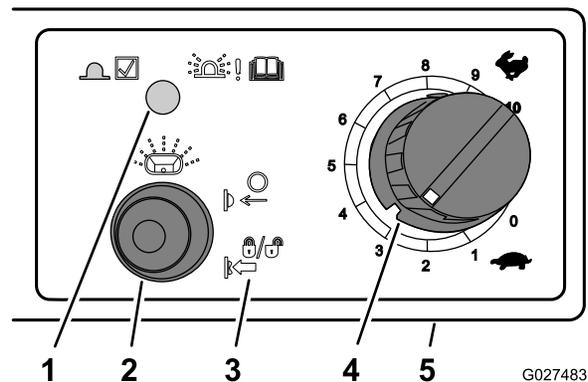

Figura 34
2. Ajuste el control de velocidad del impulsor para una tasa de esparcido apropiado, luego mueva el interruptor de encendido/apagado del impulsor a la posición de encendido (Figura 34).
- Para bloquear el control de velocidad del impulsor, pulse y mantenga pulsado el interruptor de encendido/apagado del impulsor durante 5 segundos (Figura 34).